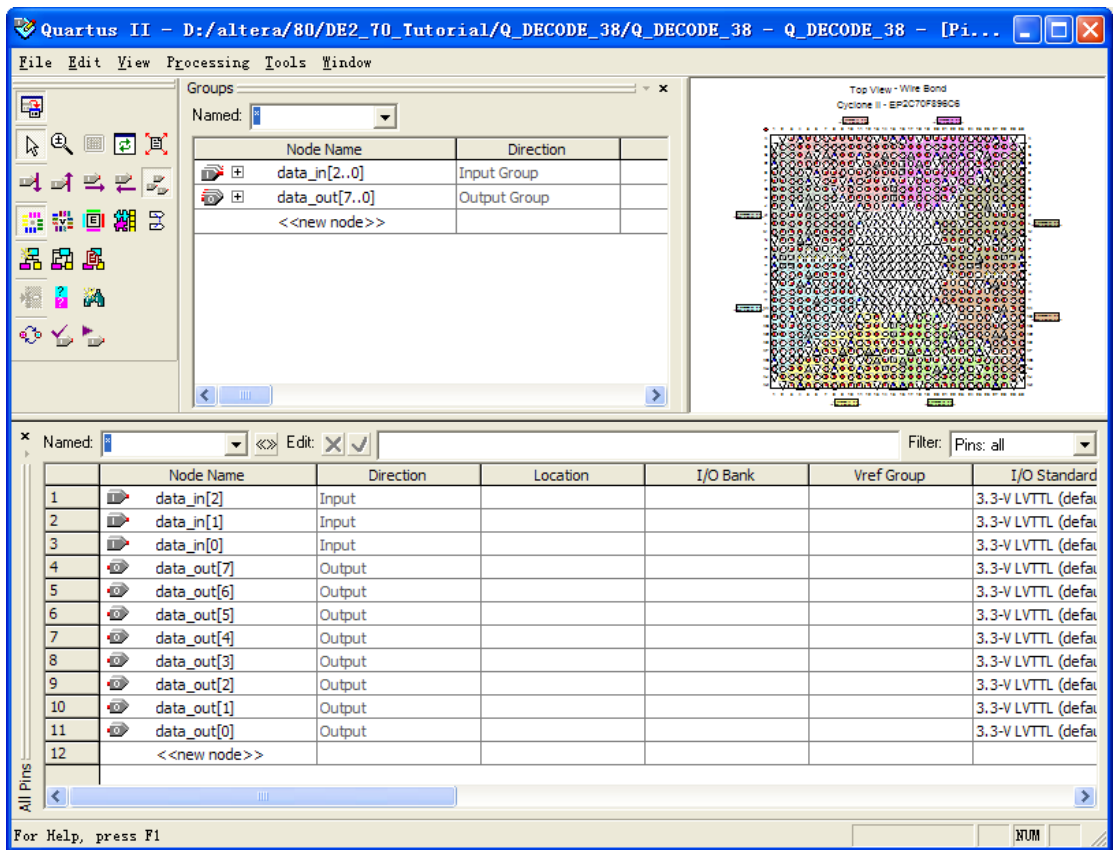
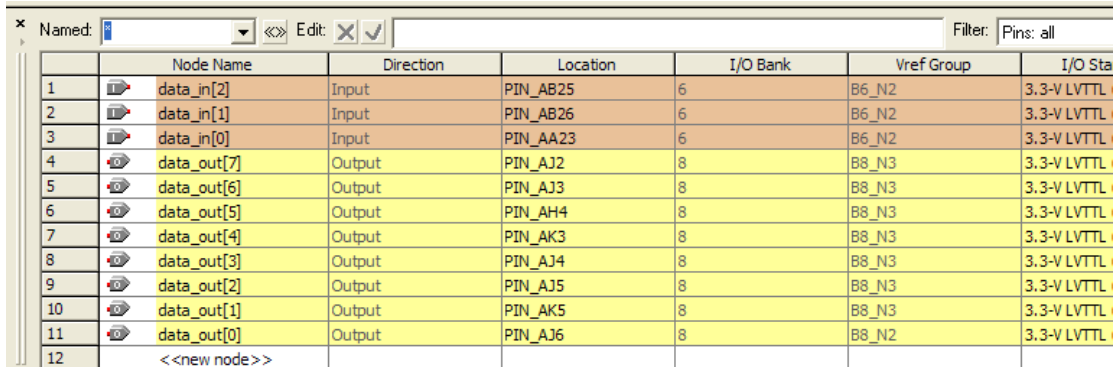

图 2-19 引脚配置窗口
图 2-20 输入引脚编号
15. Pins 菜单项执行之后，会出现一个引脚配置窗口。参看图 2-19。我们只用该窗口的下部的列表进行具体信号的引脚指定，参看图 2-20。